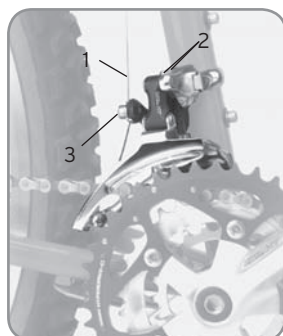

Figura 21. Desviador da frente
2. Desaperte o parafuso de fixação (Figura 21) até o cabo ficar solto.